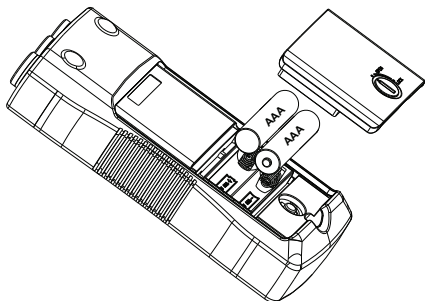

Figura 3: Substituindo as baterias
O PRM-6 usa duas pilhas AAA 1,5 V (fornecidas). Para substituir as baterias, siga estes passos e consulte a Figura 3:
4. Substitua as baterias conforme mostrado na Figura 3. Observe a polaridade da bateria mostrada no compartimento da bateria.